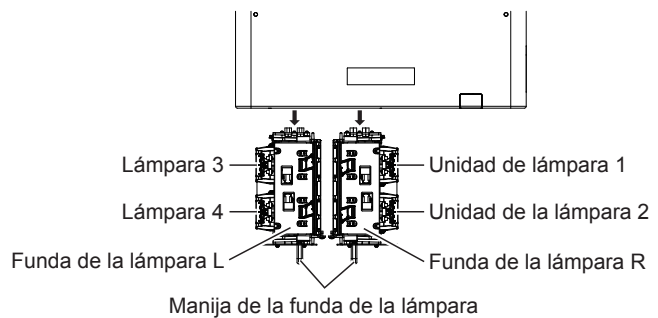

Figura 3
- ii) Sujete la manija de la funda de la lámpara del lado de la lámpara que se va a sustituir y extraiga la funda de la lámpara tirando de ella hacia atrás. (Figura 3)